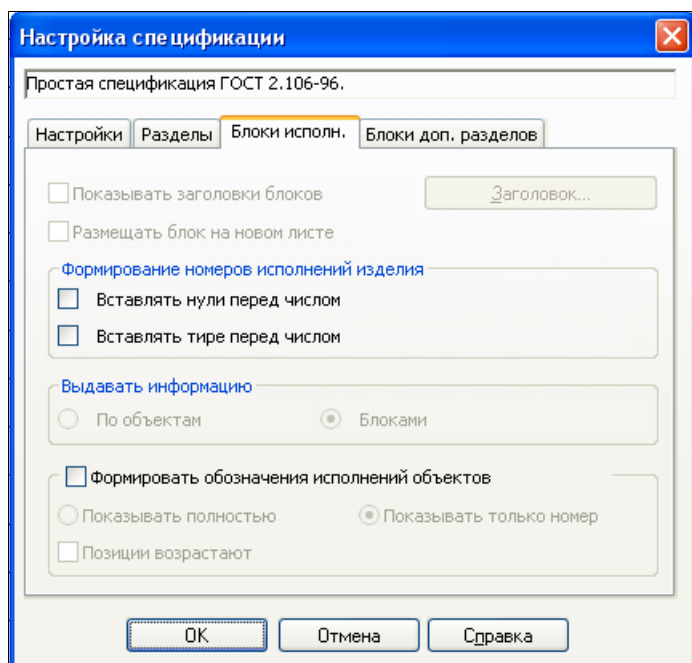

Рис. 14.13. Диалоговое окно **Настройка спецификации** с открытой вкладкой **Блоки исполн.**
- вкладка **Блоки исполн.** (рис. 14.13). Включите опцию **Формировать обозначения исполнений объектов** и один из ее вариантов: **Показывать полностью** или **Показывать только номер**. В этом случае станет доступна команда **Вставка ► Исполнение** или кнопка **Добавить исполнения**  на **Компактной панели**;